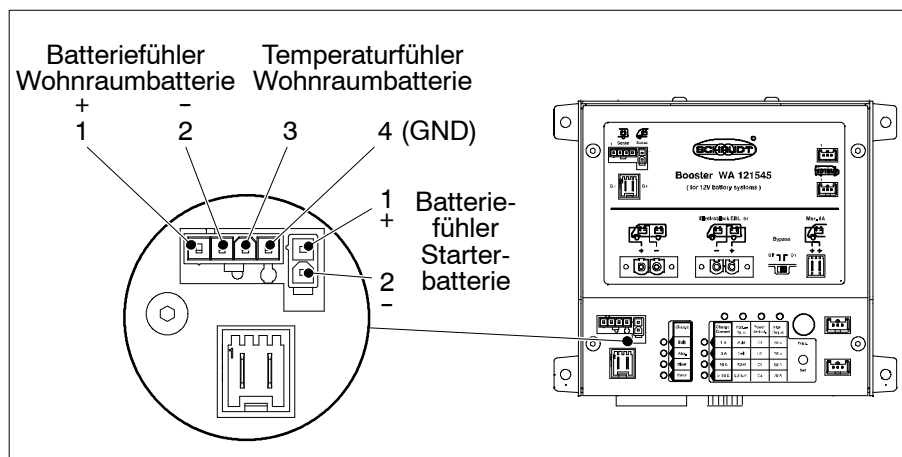

Bild 10 Temperaturfühler: Anschluss
- Stecker am Booster einstecken (Bild 10, Pos 1).
- Batteriefühlerleitungen am Booster gemäß Bild 10 anschließen.